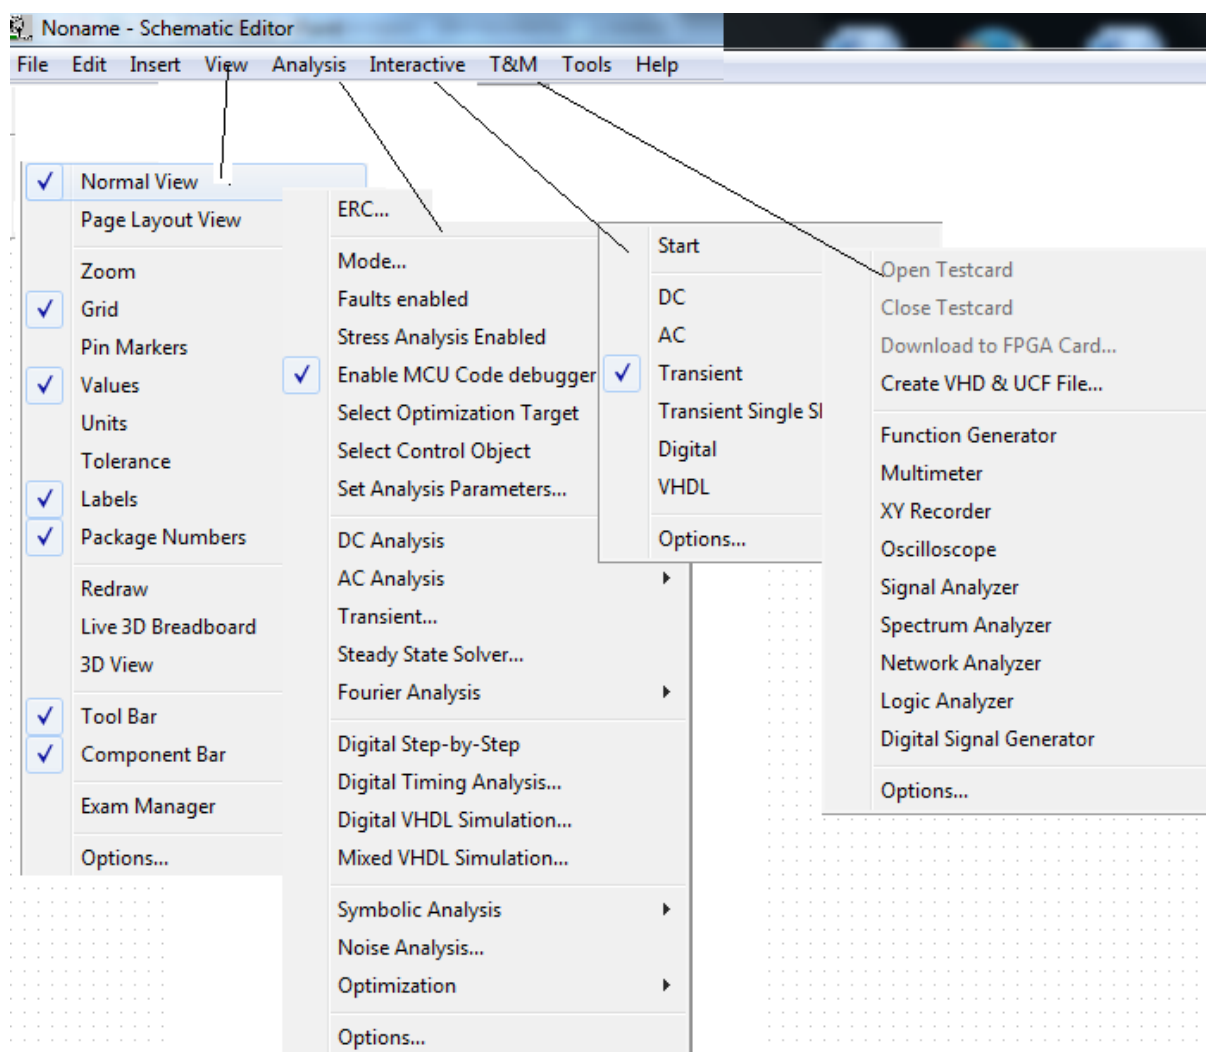

Рис.2.2. Вкладки строки меню
1. Строка меню (рис.2.2) содержит вкладки *File*, *Edit*, *Insert*, *View*, *Analysis*, *Interactive*, *T&M*, *Tools*, *Help*. Поясним содержание некоторых вкладок.